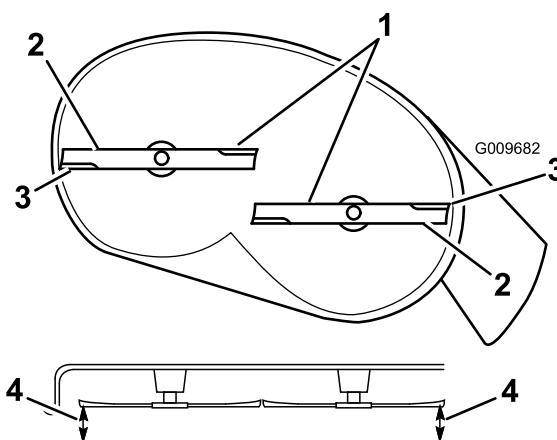
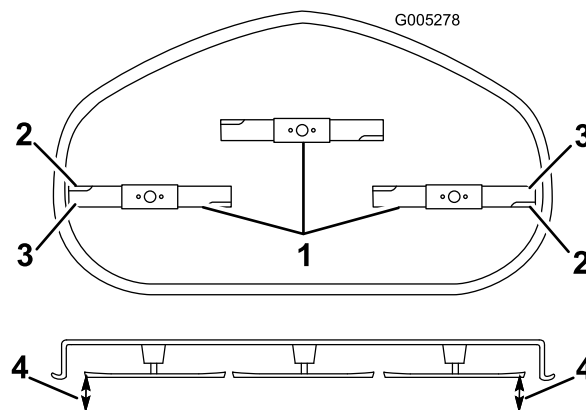

Figura 59
Figura 60
- Girate con cautela le lame in modo che siano disposte tutte lateralmente (Figura 59 e Figura 60).
- Misurate la distanza tra i taglienti esterni e la superficie piatta (Figura 59 e Figura 60). Se entrambe le misure non rientrano nella tolleranza di 5 mm è necessario regolare; proseguite l'operazione.